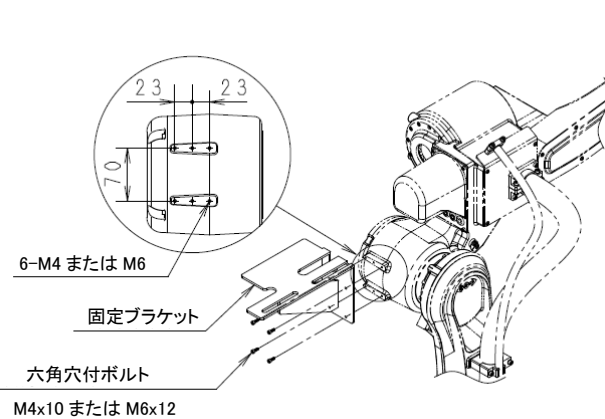

図 1.1 固定ブラケットの取り付け(手順 1)
1. 図 1.1 を参考に固定ブラケットを 4 本の六角穴付ボルト (M4×10 または M6×12) にて 3 軸アームの後方部に取り付けてください。